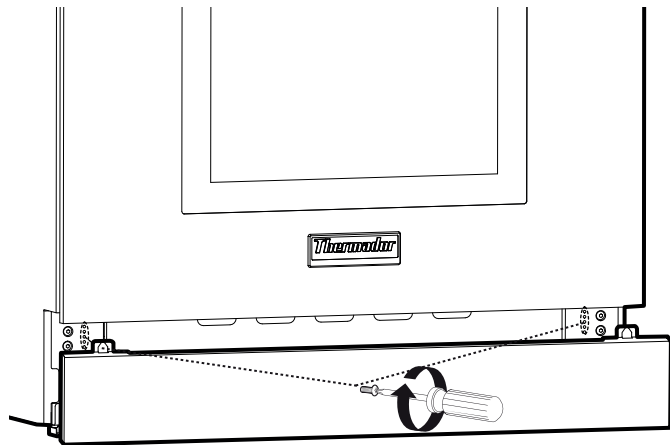

Figure 23 : Ajustement du panneau de seuil (plinthe)
2. Replacez le panneau à l'une des cinq positions de trou de vis, comme illustré sur la *Figure 23*. Réinstallez les vis Torx.
Tournez le bouton à HI. Voir Figure 23 pour les caractéristiques de flamme appropriées.